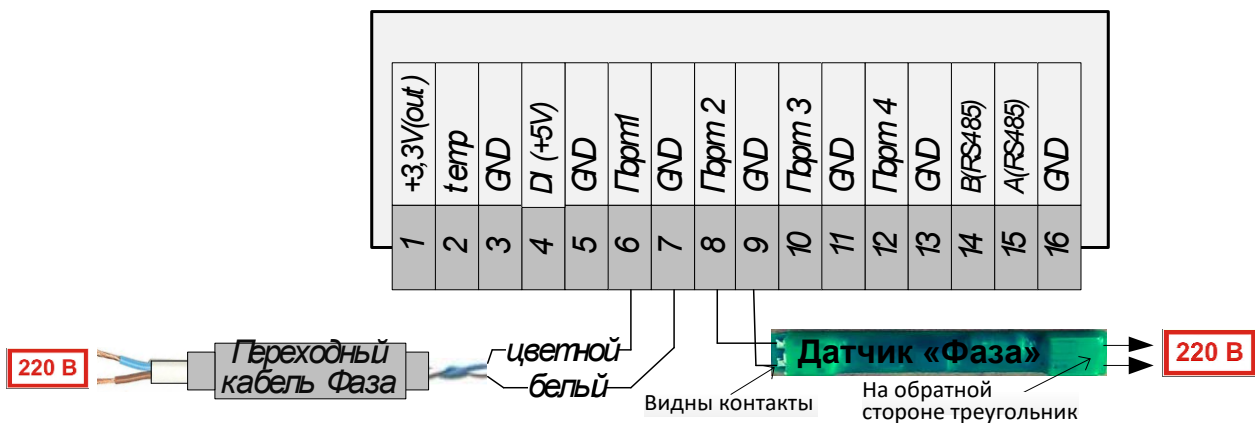

Рис.6.1. Подключение «Переходного кабеля Фаза» (слева) или «Датчика фазы» (справа),
6.2. При подключении к сети 220В соблюдать полярность не требуется. Требуется соблюдать полярность подключения выхода датчика к прибору (рис.6.1). Белый тонкий провод датчика соответствует клемме «GND», цветной тонкий провод – клемме «Порт...». При монтаже «Датчика Фаза» выбор проводников осуществляется по месту с учетом возможностей клеммников (см. паспорт на датчик). В случае неправильной полярности подключения не происходит отказ, но выход датчика находится в состоянии «замкнут». КАТЕГОРИЧЕСКИ ЗАПРЕЩАЕТСЯ при подключении путать выход датчика с входом 220В.